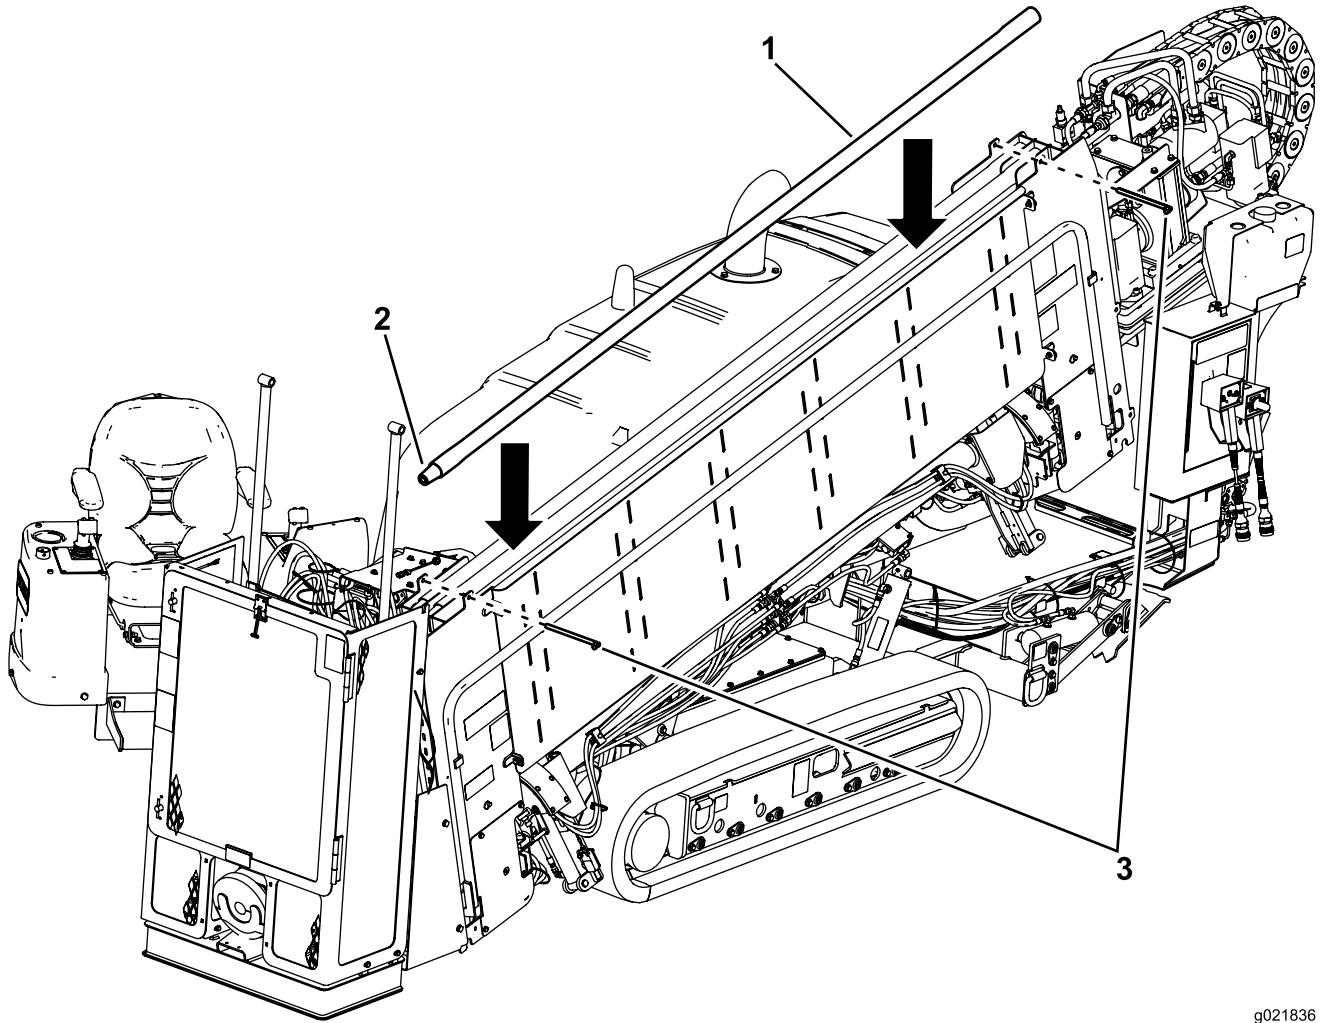

Bild 68
1. Nehmen Sie die Lastösenbolzen vom Gestängehalter ab (**Bild 68**).
2. Führen Sie die Rohre von oben ein, wobei die Rohrenden mit Außengewinde zum vorderen Ende der Maschine zeigen (**Bild 68**).